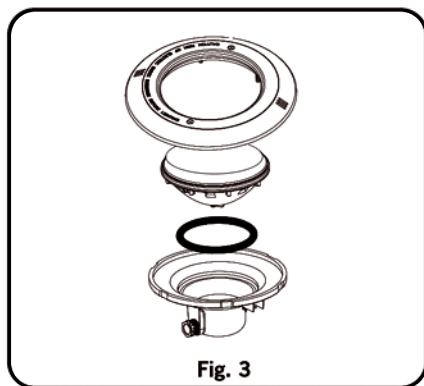

Fig. 3
3. Desmonte as peças necessárias do projetor para retirar a lâmpada incandescente (esta operação é descrita pormenorizadamente no manual do projetor) (Fig. 3).